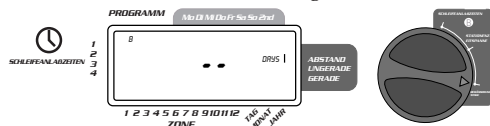

ABBILDUNG 8: LCD-Anzeige mit Bewässerungsablauf
- Die Wählscheibe auf **BEWÄSSERUNGSABSTAND** drehen. Der Cursor blinkt links vom Wort **ABSTAND**. [Siehe Abbildung 8]